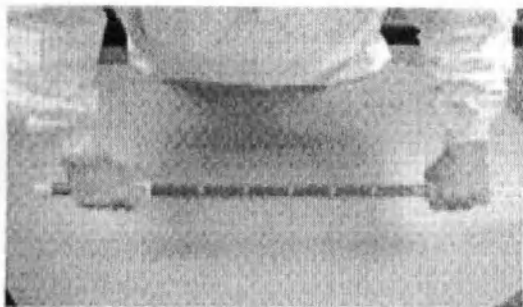

Рис.6
11. Держа стационарный зажим таким образом, чтобы основной корпус оставался неподвижным, протолкните раскрывающий зажим вперед (к стационарному зажиму), пока вторичный внутренний интродьюсер полностью не выйдет из первого внешнего интродьюсера (Рис.6). При этом дистальный маркер стента должен находиться приблизительно в 2 см от первичного внешнего интродьюсера.